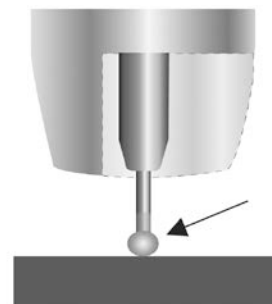

Fig. 29
2. Le fil ne peut pas encaisser tout le flux de courant. La résistance augmente, de sorte que le fil devient chaud, s'affaiblit et commence à fondre (fig. 29)